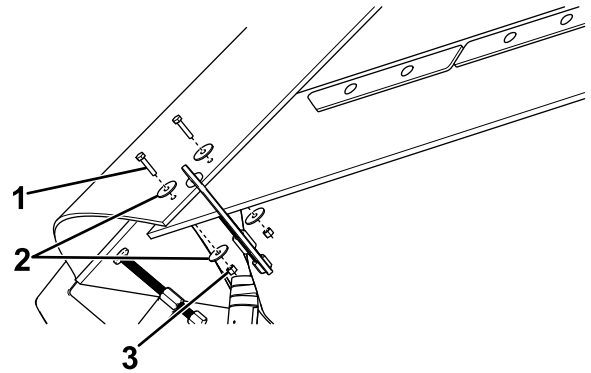

Bild 7
8. Bohren Sie ein Loch mit 9,5 cm Durchmesser durch die Lamellen und sichern Sie die beiden Abschnitte mit einer Schraube (1/4"), zwei Kotflügelscheiben und einer Nylon-Sicherungsmutter (1/4"), wie in Bild 7 dargestellt.
10. Befestigen Sie die beiden Abschnitte mit einer Schraube (1/4"), zwei Kotflügelscheiben und einer Nylon-Sicherungsmutter (1/4"), wie in Bild 7 dargestellt.